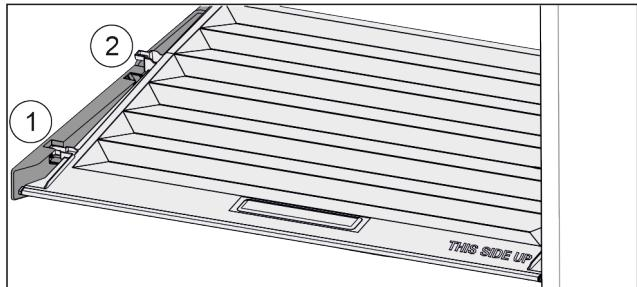

Fig. 131
- Tirer le couvercle vers l'avant jusqu'à l'orifice des pièces de retenue Fig. 131 (1).
- Le soulever par le bas à l'arrière et le sortir par le haut Fig. 131 (2).